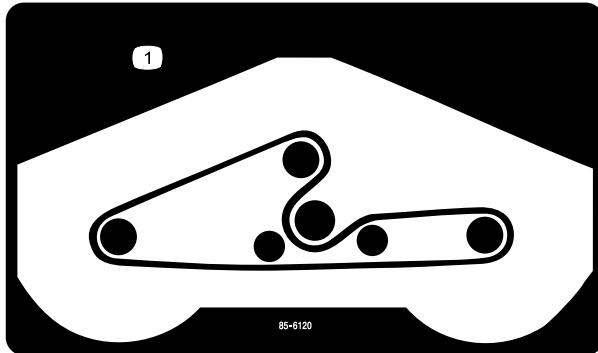

図 24
- 図24に示すように、新しいベルトを、スピンドルブーリとアイドラブーリ・アセンブリに回しかける。